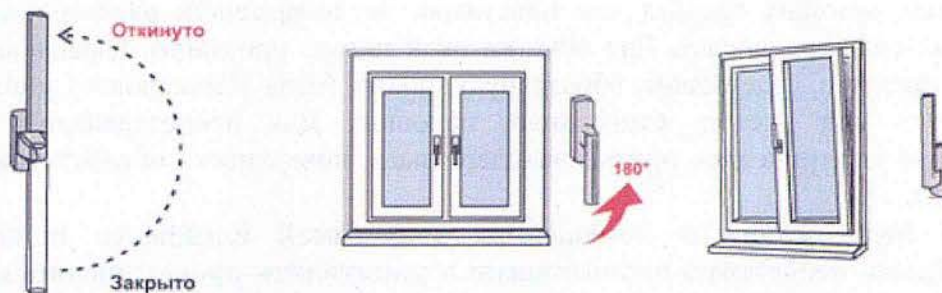

Рис.2
3) Для перевода створки из закрытого положение в откидное (поворот створки относительно нижней горизонтальной оси, положение «Откинута» на Рис.2) ручку поворачивают вертикально на 180 градусов вверх, затем, потянув за ручку, поворачивают створку относительно нижней горизонтальной оси на заданный изготовителем угол (не более 10 градусов) (откидной режим).
4) Для запирания створки из открытого или откидного положения ее сначала закрывают и придерживая створку рукой, поворачивают ручку вертикально вниз (положение «Закрыто» на Рис. 2).